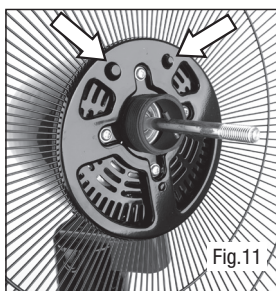
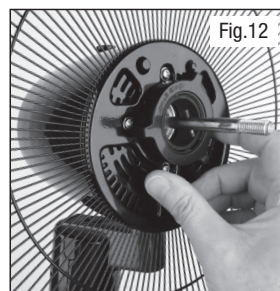

Fig.11
Fig.12
- Placez la grille arrière sur le boîtier du moteur, en vous assurant que les 2 trous au centre de la grille arrière font sur les 2 boutons soulevés sur le boîtier du moteur (Fig. 11). Placez maintenant l'écrou de montage de la grille arrière sur le centre du ventilateur, et serrez en tournant dans le SENS DES AIGUILLES D'UNE MONTRE (Fig. 12).